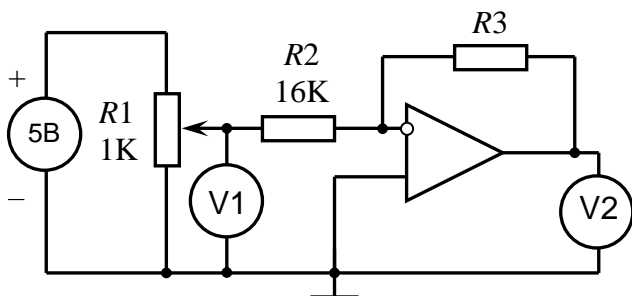

Рис. 4.3 Схема для исследования инвертирующего включения операционного усилителя
4.2 Руководствуясь рис. 4.3 собрать схему для исследования инвертирующего включения операционного усилителя.